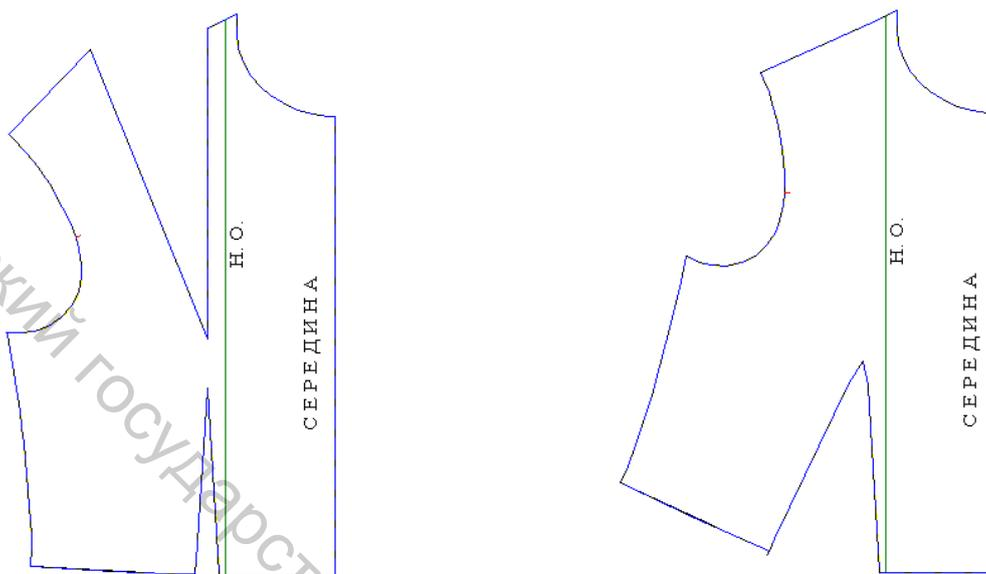

Рисунок 3.18 – Технический перевод вытачки в талиевую
– **технический перевод вытачки в талиевую.** Нагрудная вытачка автоматически переводится в линию низа с сохранением раствора талиевой вытачки, при этом стороны вытачки не прямые, а имеют фигурную форму (рис. 3.18);